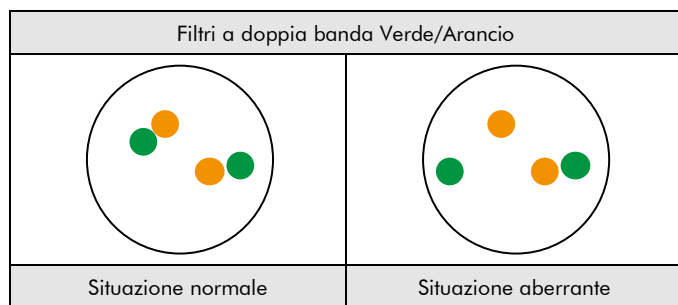

Fig. 2: Risultati attesi in situazione normale e aberrante
**Situazione normale:** nelle interfasi di cellule normali o cellule senza una traslocazione che coinvolge la regione del gene CCND1, compaiono due segnali di fusione verdi/arancioni (vedere Fig. 2).
**Situazione aberrante:** una regione del gene CCND1 interessata da traslocazione viene evidenziata da due segnali separati, uno verde e uno arancione (vedere Fig. 2).